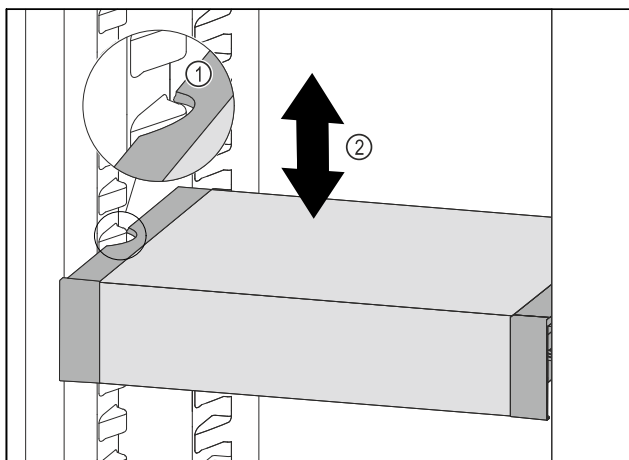

Fig. 120
- VarioSafe ťahajte dopredu, dokým sa bočné vybrania VarioSafe nebudú nachádzať vo výške rebra nádoby v chladničke. Fig. 120 (1)
- VarioSafe v chladničke presúvajte nahor alebo nadol, dokým sa dosiahne požadovaná výška. Fig. 120 (2)